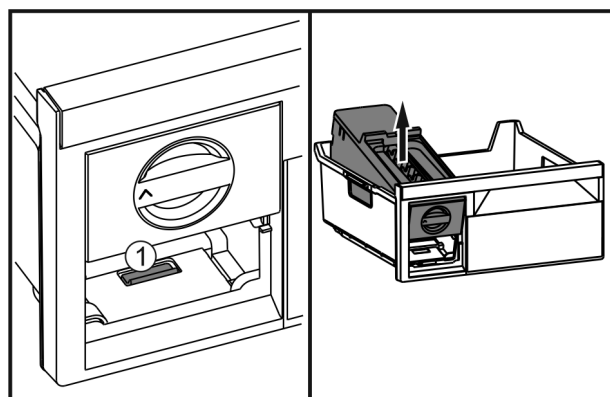

Fig. 37
- Appuyer sur la languette Fig. 37 (1), soulever l'EasyTwist-Ice depuis l'arrière et le faire sortir du tiroir de congélation.